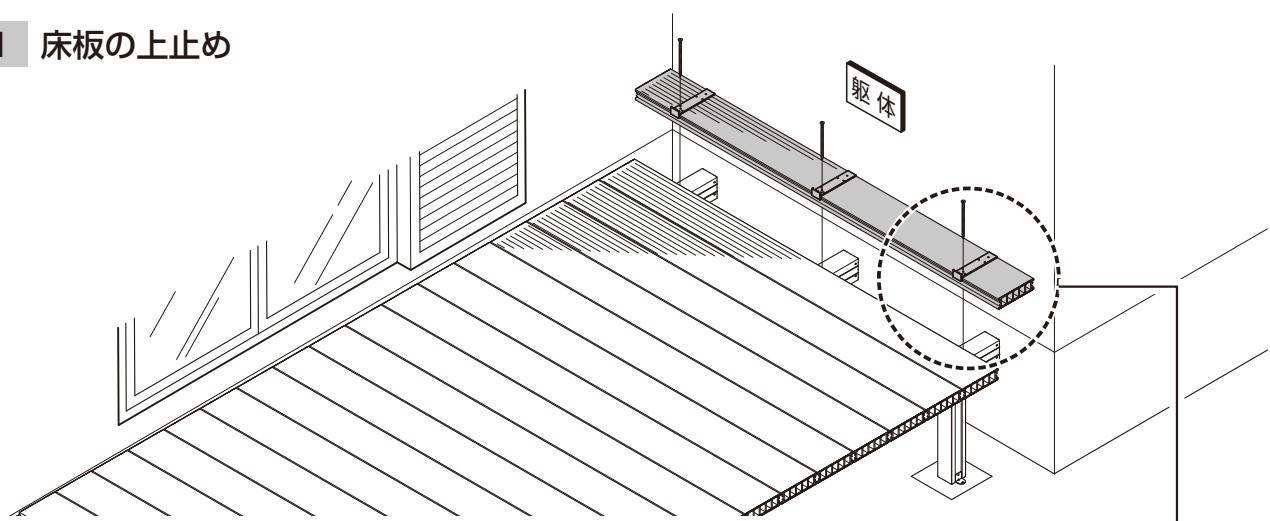
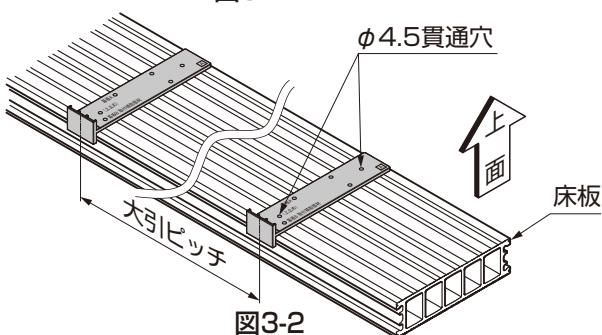

図3-1
図3-2
●穴開け治具の○印の穴を使ってください。(図3-1参照)
- ①床板に、 $\phi 4.5$ の貫通穴をあけてください。(図3-1、図3-2参照)
- ②床板上面の $\phi 4.5$ の穴に $\phi 8$ サラ取り加工をしてください。
- ③床板を大引に、【14-1】で固定してください。